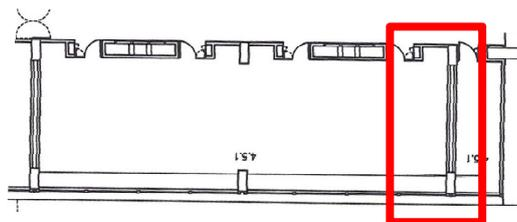

Figura 5 - Laboratório de Cultura de Células C3.75, localizado no 3º piso do Edifício C
- C3.75 - Laboratório de Cultura de Células, localizado no 3º piso do Edifício C (Figura 5).